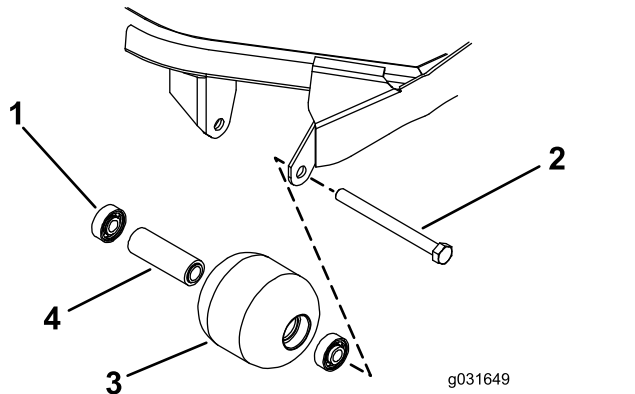

Figure 69
1. Retirez le boulon de fixation du galet (Figure 69).
4. Vérifiez l'état du logement de roulements, des roulements et de la douille d'écartement (Figure 69).
1. En exerçant une pression uniquement sur la bague extérieure ou uniformément sur les bagues intérieure et extérieure, poussez le premier roulement dans le logement du galet (Figure 69).
2. Insérez l'entretoise (Figure 69).
3. En exerçant une pression uniquement sur la bague extérieure ou uniformément sur les bagues intérieure et extérieure, poussez le second roulement dans le logement du galet jusqu'à ce qu'il rencontre l'entretoise (Figure 69).